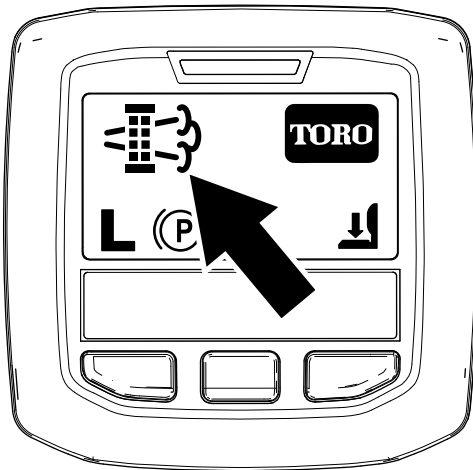

Bild 45
- Wenn der Motorcomputer eine geparkte Regenerierung oder eine Wiederherstellung-Regenerierung anfordert, wird das Symbol für die Anforderung einer Regenerierung (Bild 45) im InfoCenter angezeigt.